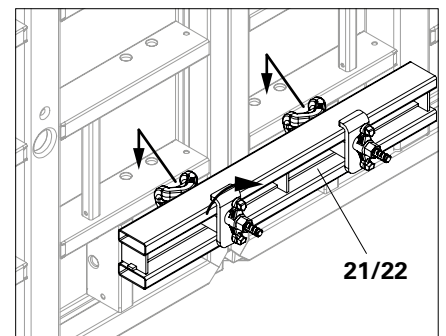

Fig. A4.06
2. Serrer les écrous – 2x. (Fig. A4.06)